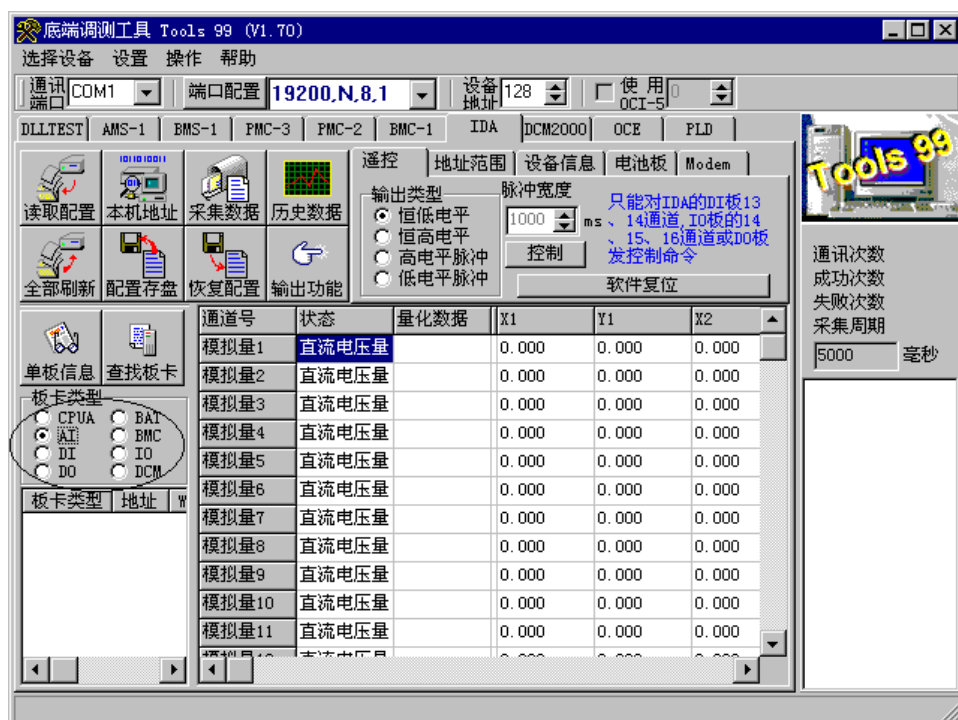

图15-5 板卡点对点查找界面
2) 如果是通过配置口（RS232口）来配置，下面主要介绍这种方式，首先需要在主界面的〔板卡类型〕处选取需配置的板卡类型，如图15-5选取AI：